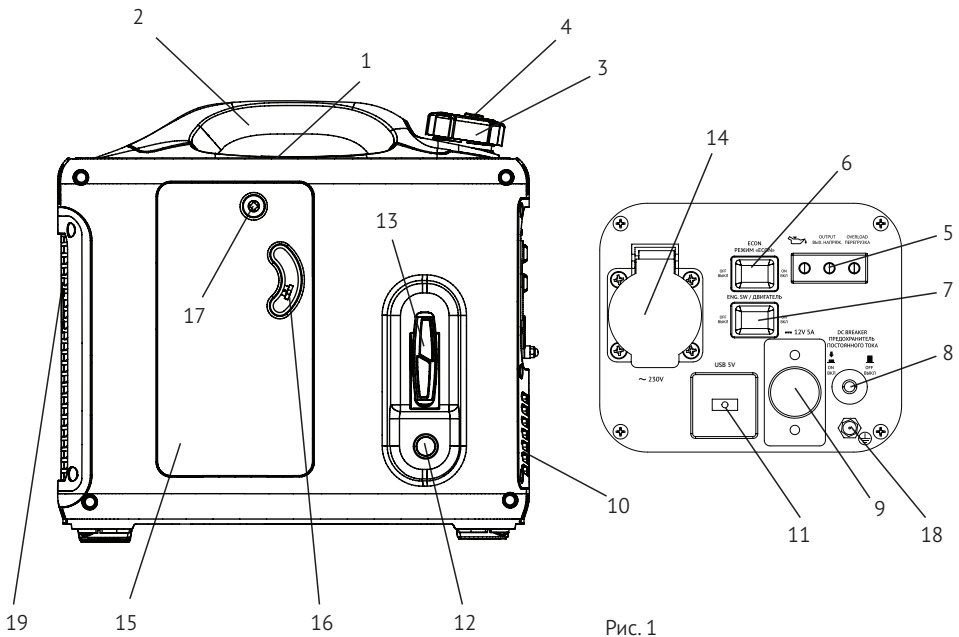

Рис. 1
Снимите крышку 3 (рис. 1) и заполните топливный бак бензином (рис. a1). Макс уровень заполнения бака находится на уровне 5 мм от нижнего края горловины (рис. b2).
- Выкрутите винт 17 (рис. 1), затем снимите крышку 15 (рис. 1).
Управление генератором осуществляется кнопкой 7 (рис. 1) красного цвета.